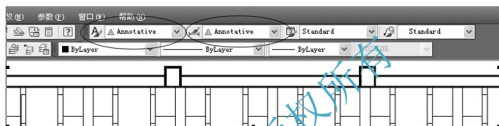

图 4.86 设定当前文字样式和标注样式为 Annotative
(1) 在【样式】工具栏中将当前文字样式和标注样式分别设定为注释性样式 Annotative, 如图 4.86 所示。
- ① 多行文字为“注释性”样式，前面带有注释性图标 ，注释比例为 1:50。
- ② 多行文字的“图纸文字高度”是 3mm，“模型文字高度”是 150mm。
(4) 注释比例 1:50 是在前面 4.1 “图形绘制前的准备”中设置的，观察图 4.86 发现标注该多行文字时，文字高度设置为 3mm。“模型文字高度”150mm 是 AutoCAD 自动根据输入的字高按注释比例放大得到的，即 $3\text{ mm} \times 50 = 150\text{ mm}$ 。
(5) 通常在 AutoCAD 的模型空间绘制图形，在模型空间内我们所看到的文字高度就是“模型文字高度”，这里是 150mm。